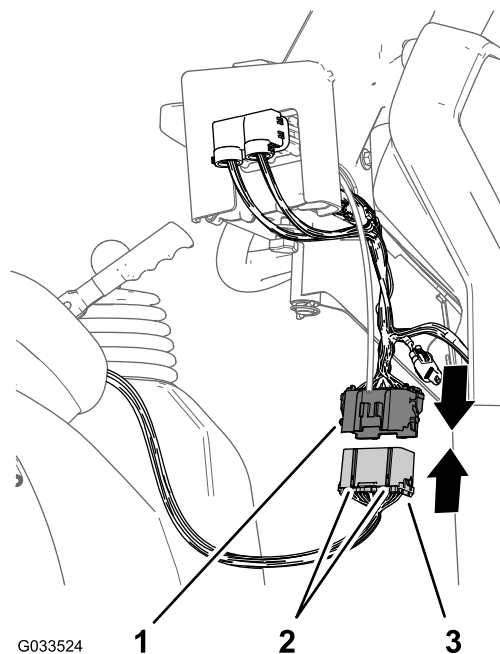

図 23
1. スプレーヤ用後方ハーネスの38ピンコネクタについている2本のキーを、コントロールコンソールに接続されている前方ワイヤハーネス38ソケットコネクタの2本のキー溝に合わせて接続する 図 23。
2. 後方ワイヤハーネスのコネクタと前方ワイヤハーネスのコネクタがラッチで完全固定されるまで確実に接続する 図 23。